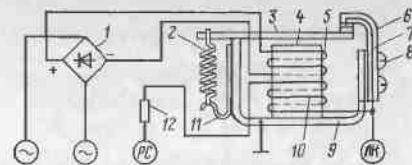

Рис. 178. Схема реле блокировки РБ1-10:
Реле блокировки (рис. 178) предназначено для автоматического выключения стартера после пуска двигателя, а также для предохранения стартера от случайного включения при работающем двигателе.
**Проверка и регулировка реле блокировки на стенде.** Устанавливают реле блокировки 2 (рис. 180) в рабочее положение зажимами вниз. Плавное изменение напряжения источника реостата 5, определяют величину напряжения включения (лампа гаснет) и отключения (лампа загорается) реле блокировки. Если размыкание и замыкание контактов происходит при напряжениях, отличающихся от приведенных в характеристике, то необходимо произвести регулировку реле блокировки — перемещая неподвижный контакт, закрепленный на стойке 6 (см. рис. 178) винтами 8, установить зазор между якорем 3 и сердечником 4 в пределах 0,35...0,45 мм. Окончательную регулировку выполняют путем изменения натяжения пружины 2 с помощью подгибки хвостовика угольника 11.